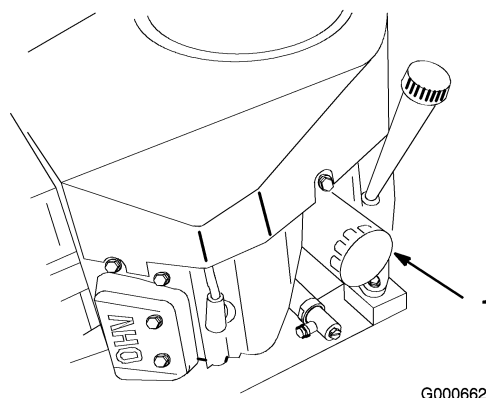

Figura 33
2. Togliete il filtro usato (Figura 33).
4. Montate il nuovo filtro dell'olio sull'adattatore. Girate il filtro in senso orario finché la guarnizione di gomma non tocca l'adattatore, quindi serrate il filtro di altri 3/4 di giro (Figura 33).